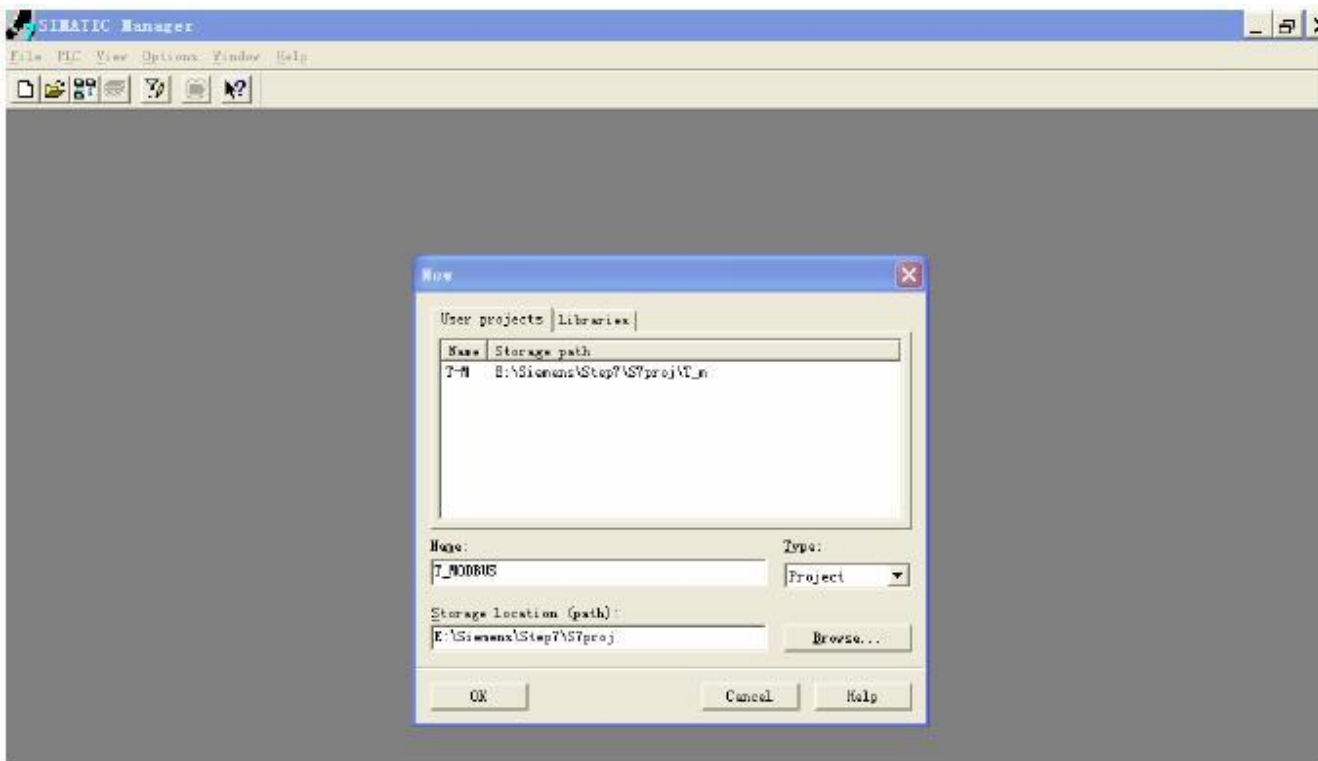

图 2
2. 在 File → New, 新建一个文件, 如图 2: